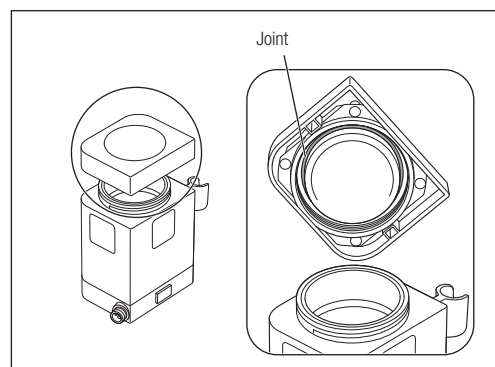

Fig. 48
- 2) Retirez le joint de l'intérieur du capuchon de la chambre à l'aide d'une aiguille, etc. (Fig. 48).